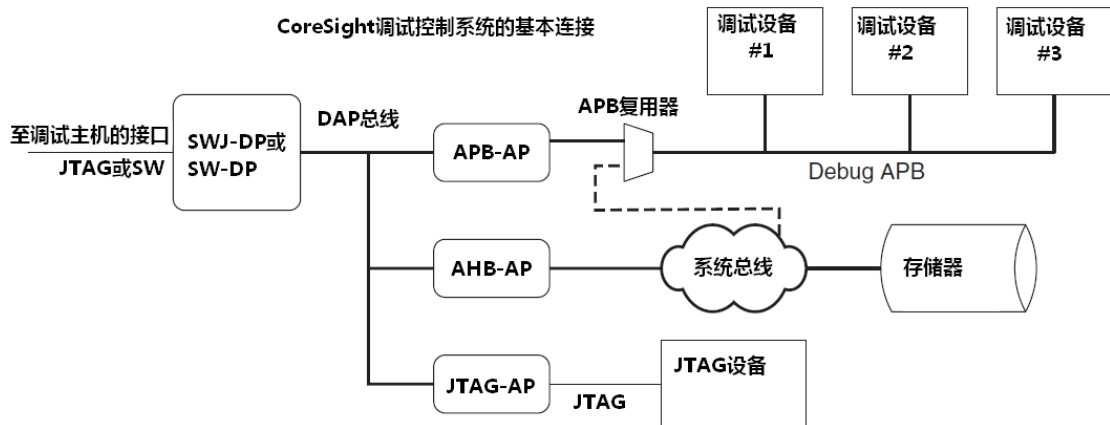

图 15.2 CoreSight 系统设计概念图
- 调试组件在系统的存储器映射中也有一席之地，而在标准的 CoreSight 系统中，是为调试总线另开了一个地址空间的。例如，在 CoreSight 系统中，系统连接的概念图如图 15.2 所示：